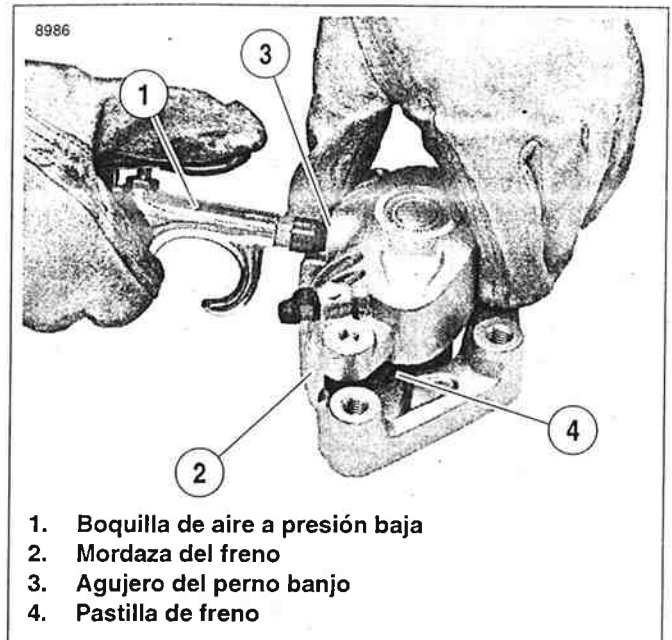

Figura 2-97. Extracción de los pistones
6. Vea la Figura 2-97. Suavemente aplique aire comprimido a presión baja al agujero del perno banjo (3) para sacar los pistones de los diámetros interiores de la mordaza.